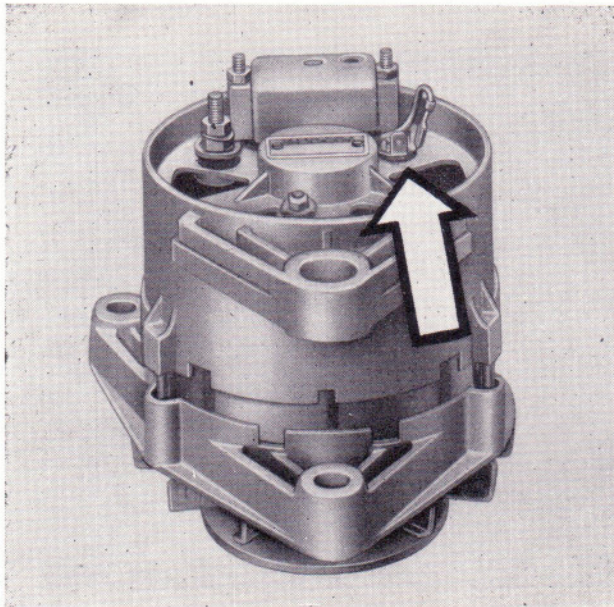

Bild 177
- Klemme D+ (Regler-Lichtmaschine) trennen (Bild 177).